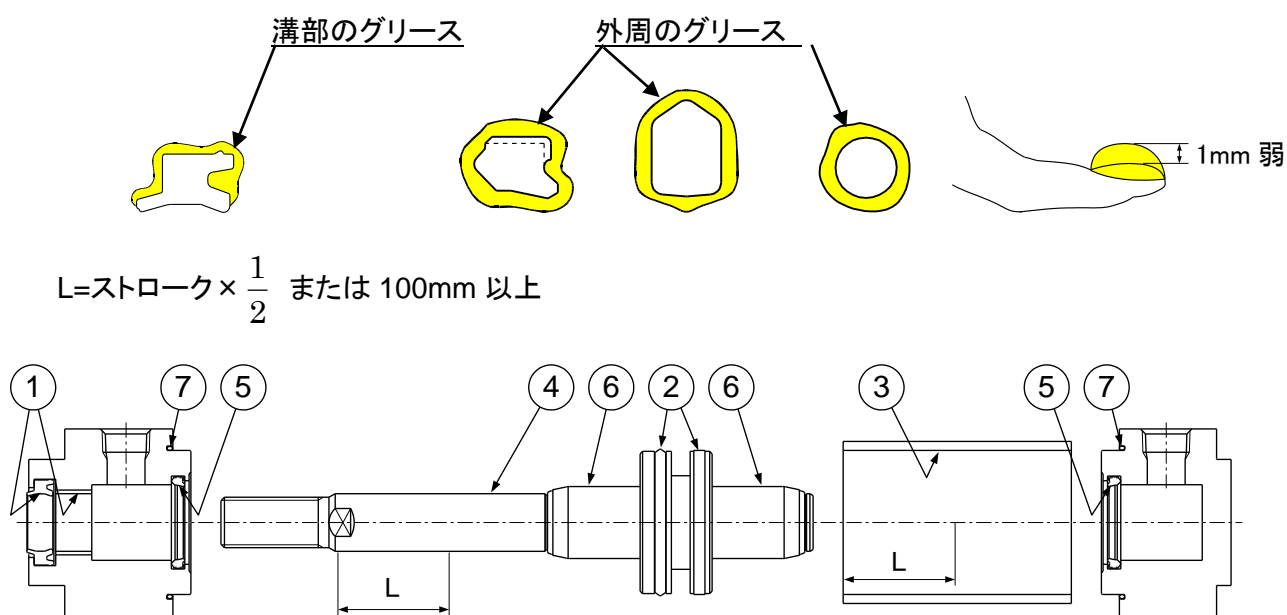

図 11. グリース塗布位置
シリンダの各部品には図 11 の各部分にグリースを塗布しますが、100 ストロークのシリンダ 1 本につき表 10 の量が必要です。目安としては人差指ですくった程度が約 3(g)です。
#### 1) ロッドパッキン、クッションパッキン(図 11, ①⑤ )
#### 2) ピストンパッキン ( 図 11, ② )
#### 3) チューブガスケット ( 図 11, ⑦ )